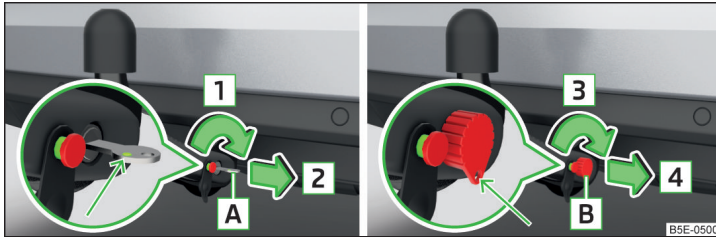

Fig. 190 Verrouiller la molette : variante de clé 1 / variante de clé 2
- Tournez la clé **A** dans le sens de la flèche **1** de sorte que son marquage vert soit orienté vers le haut » fig. 190.
- Tournez la clé **B** dans le sens de la flèche **3** de sorte à ce que l'œillet de la clé soit orienté vers le bas » fig. 190.